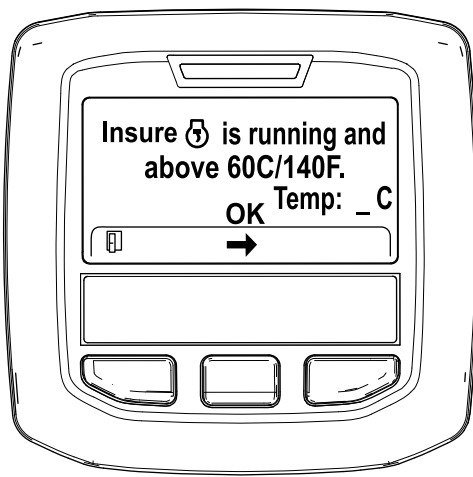

Figura 40
5. Se a temperatura do líquido de refrigeração for inferior a 60°C, surge a mensagem "Insure  is running and above 60°C/140°F" (Confirme que está a trabalhar e acima de 60°C/140°F) (Figura 40).